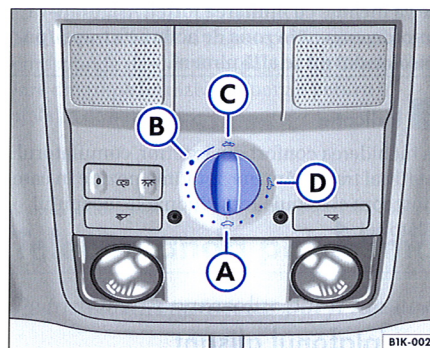

Fig. 37 Plafonul: Comutatorul rotativ pentru acționarea trapei/plafonului glisant
- Rotiți comutatorul în poziția ⇒ fig. 37 . Plafonul se deschide în poziția confort, în care zgomotele provocate de vânt sunt minime.